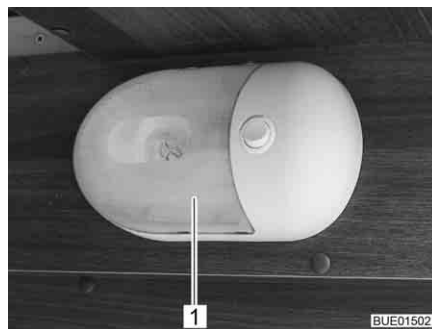

Fig. 267 Luminaire apparent
- Presser le couvercle transparent (Fig. 267,1) avec précaution des deux côtés, l'éloigner légèrement du commutateur et le retirer par l'avant.